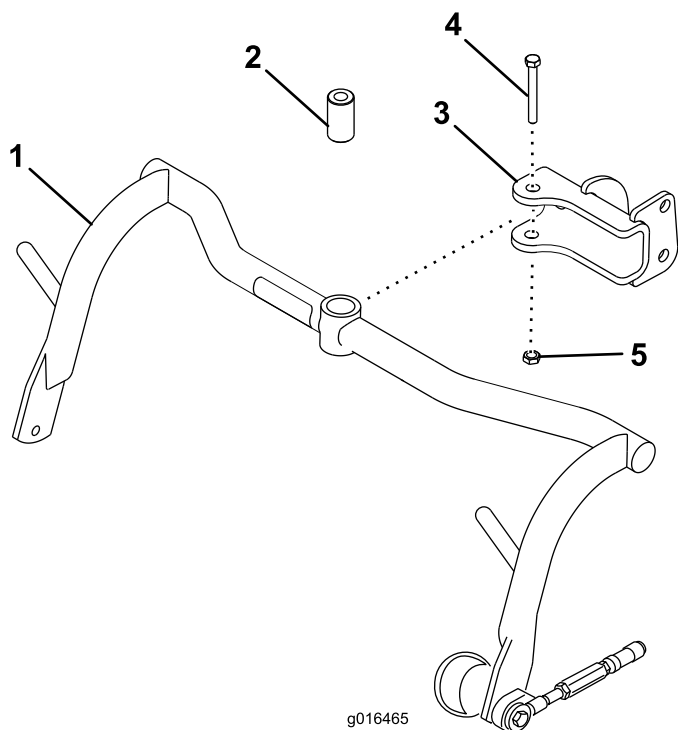

Рисунок 8
- Закрепите узел несущей рамы в каждой вилке, используя проставку, болт (1/2 x 3-1/4 дюйма) и контргайку (1/2 дюйма); см. Рисунок 8. Затяните с моментом от 91 до 113 Н·м.